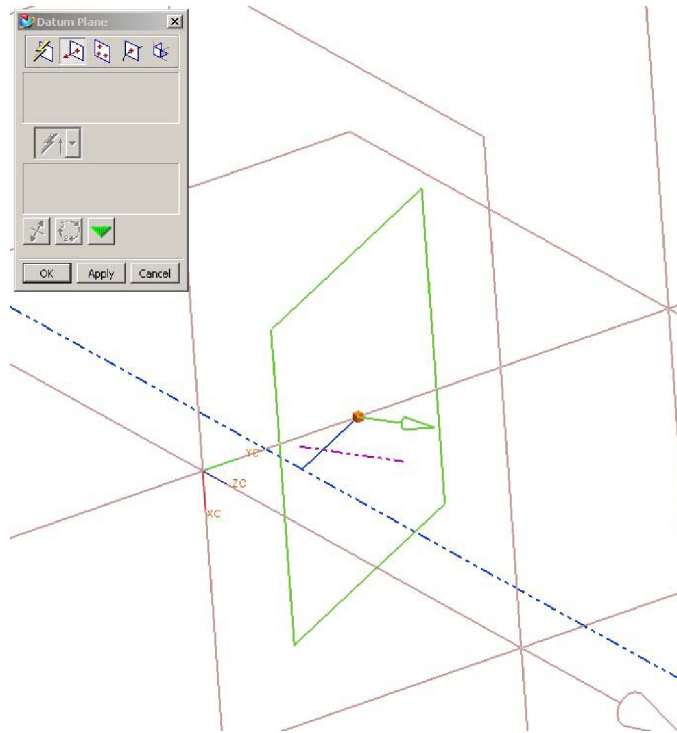

Рис. 44. Вспомогательная базовая плоскость
- Задайте вспомогательную базовую плоскость, проходящую через проекцию оси паза хвостовика, перпендикулярную к этой проекции и с началом в точке пересечения отрезка с проекцией кромки переднего торца обода диска - Рис. 44;